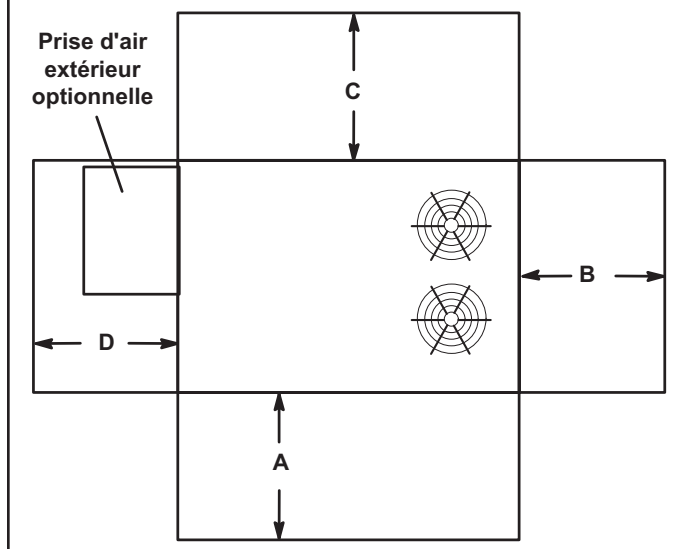

FIGURE 1
- 2 - Les dégagements d'installation spécifiés doivent être respectés lors de l'installation de l'unité. Voir FIGURE 1.